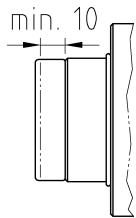

Bild 3
- das Stopp-Prisma ist auf Verschleiß zu überprüfen. (**Bild 3**) die Prismascheibe darf eine Stärke von **10 mm** nicht unterschreiten